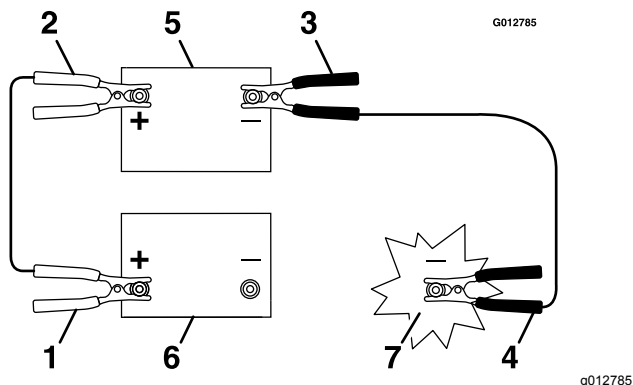

Bild 42
- Schließen Sie an der Maschine mit entladener Batterie das andere Ende des negativen Starthilfekabels an den Motorblock an, und zwar an einer Stelle, die von der Batterie und den Antriebsriemen entfernt ist (**Bild 42**).
- Schließen Sie das positive Überbrückungskabel - rot (+) - an den positiven Batteriepol der entladenen Batterie an, wie in **Bild 42** dargestellt.
- Trennen Sie das Minuskabel vom Motorblock ab (**Bild 42**).
- Trennen Sie das Minuskabel von der entladenen Batterie ab (**Bild 42**).
- Trennen Sie das Pluskabel von der Zusatzbatterie ab (**Bild 42**).
- Trennen Sie das Pluskabel von der entladenen Batterie ab (**Bild 42**).
- Schließen Sie das andere Ende des Pluskabels an den Pluspol der Zusatzbatterie an (**Bild 42**).